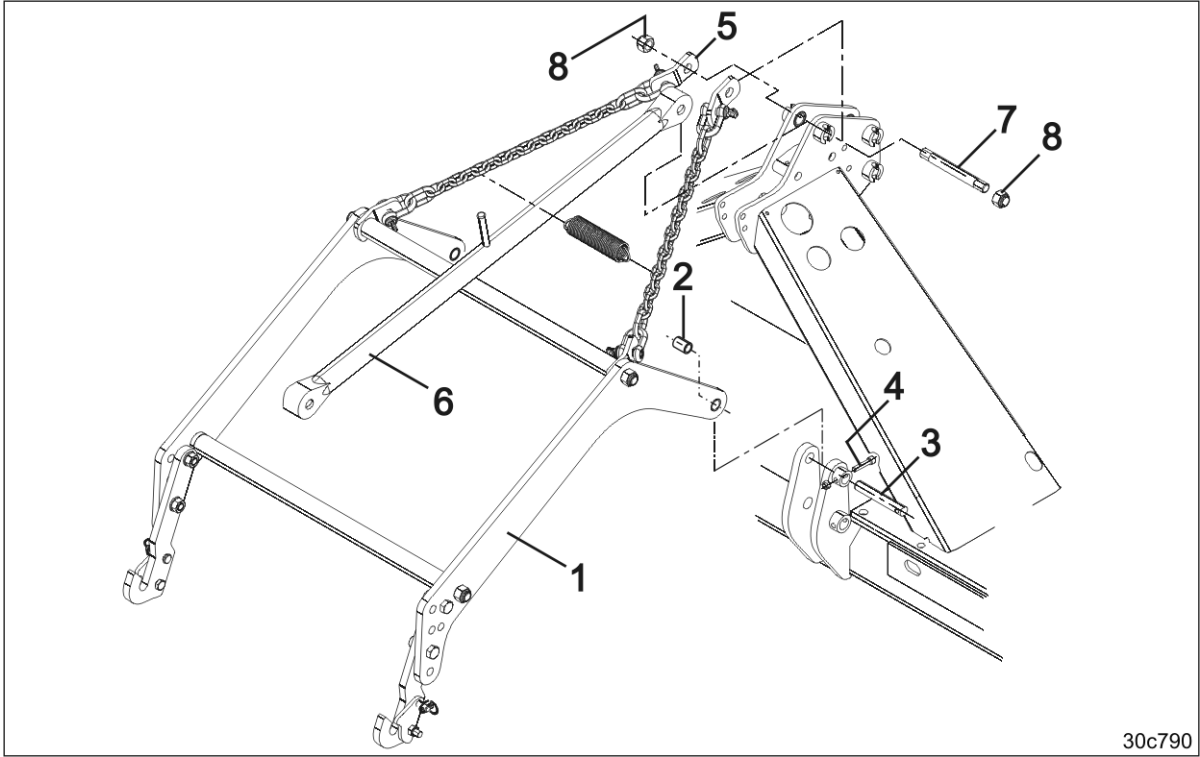

Fig. 37
1. Bağlantı taşıma kollarını (Fig. 37/1) vince asınız.
2. Bağlantı taşıma kollarını iki mesafe kovani (Fig. 37/2) ile birlikte zemin işleme makinasında iki pimle (Fig. 37/3) takınız.
3. Pimler cıvata (Fig. 37/4) ve somunlarla emniyete alınmalıdır.
4. Zincirlerin (Fig. 37/5) kulaklarını üst direksiyon (Fig. 37/6) ile birlikte zemin işleme makinasında bir pimle (Fig. 37/7) takınız.
5. Pimi iki emniyet somunu (Fig. 37/8) ile sabitleyiniz.